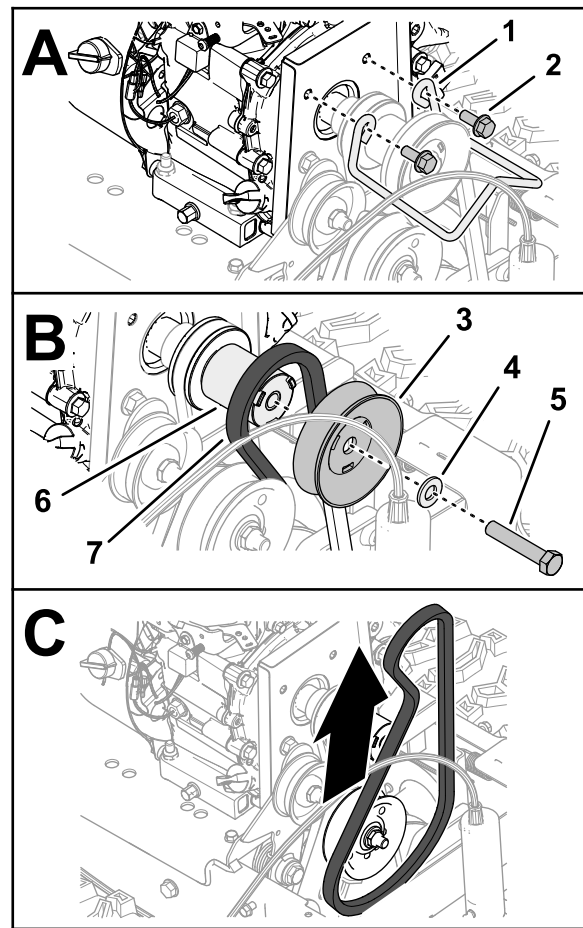

Bild 44
3. Entfernen Sie die beiden Bundkopfschrauben, mit der die Riemenführung befestigt ist, und nehmen Sie die Führung vom Motor ab (Bild 44).
4. Entfernen Sie die Kopfschraube ($\frac{3}{8}$ " x 2") und die Unterlegscheibe, mit der die Riemenscheibe der Kehrbürste an der Kurbelwelle des Motors befestigt ist, und nehmen Sie die Riemenscheibe (Bild 44) ab.